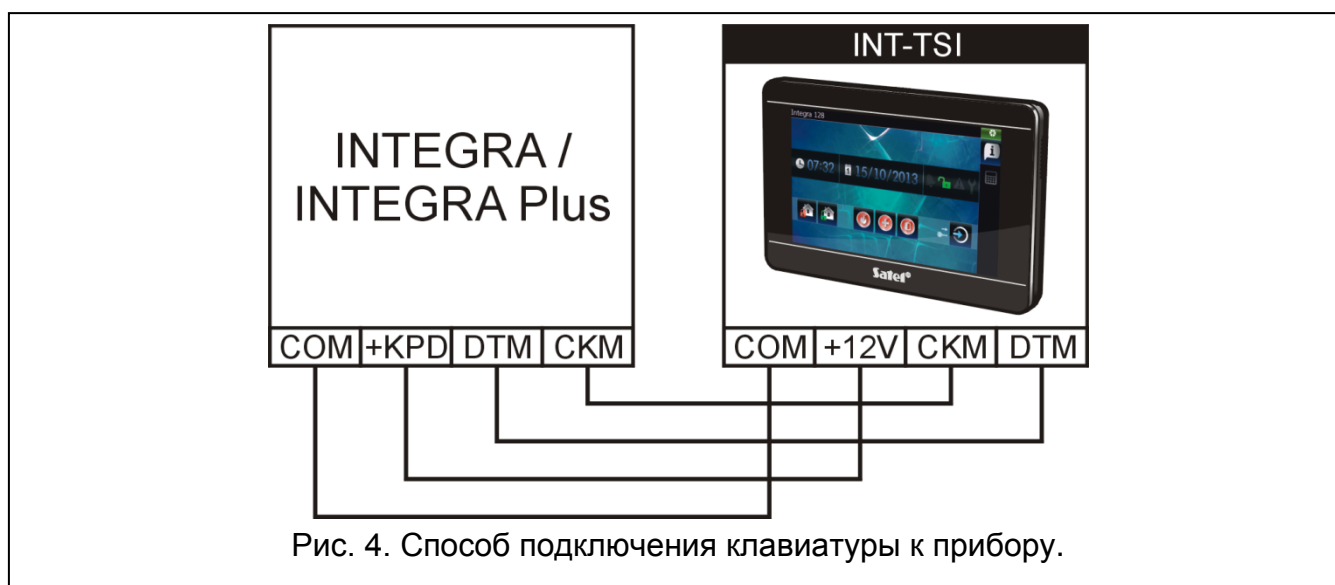

Рис. 4. Способ подключения клавиатуры к прибору.
8. Клеммы DTM, СКМ и СОМ клавиатуры подключите к соответствующим клеммам шины клавиатур приемно-контрольного прибора (см.: рис. 4). Для подключения следует использовать простой неэкранированный кабель. В случае использования кабеля типа «витая пара» следует помнить, что сигналы СКМ (clock) и DTM (data) не должны передаваться одной витой парой проводов. Провода должны подводиться в одном кабеле. Длина проводов не должна превышать 300 м.